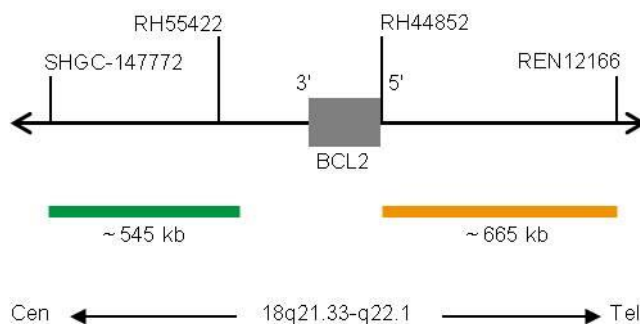

Fig. 1: Mappa della sonda SPEC BCL2 (non in scala)
- Polinucleotidi (~10 ng/ $\mu$ l) marcati con fluorocromi ZyGreen (eccitazione 503 nm/emissione 528 le cui sequenze target mappano in 18q21.33\* (chr18:60,046,152-60,589,273) prossimale al punto di rottura di BCL2 (vedere Fig. 1).
- Polinucleotidi (~4.5 ng/ $\mu$ l) marcati con fluorocromi ZyOrange (eccitazione 547 nm/emissione 572 nm le cui sequenze target mappano in 18q21.33-q22.1\* (chr18:60,994,528-61,658,503) distale al punto di rottura di BCL2 (vedere Fig. 1).